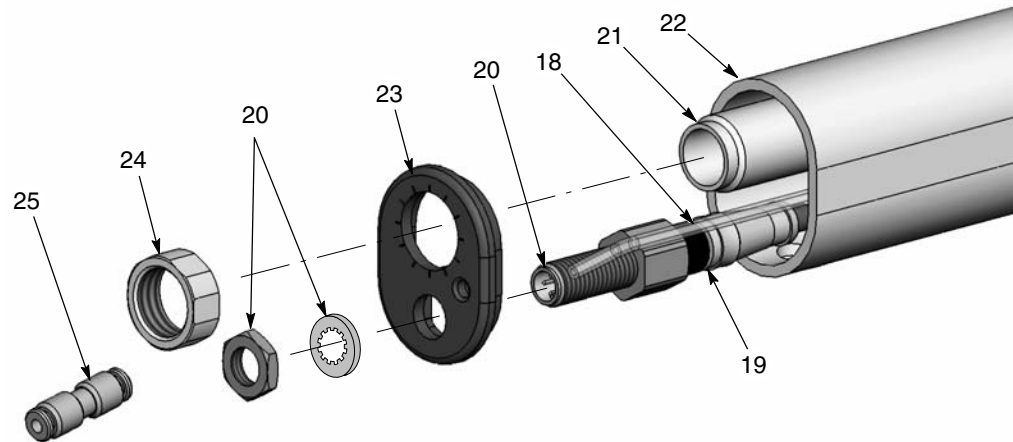
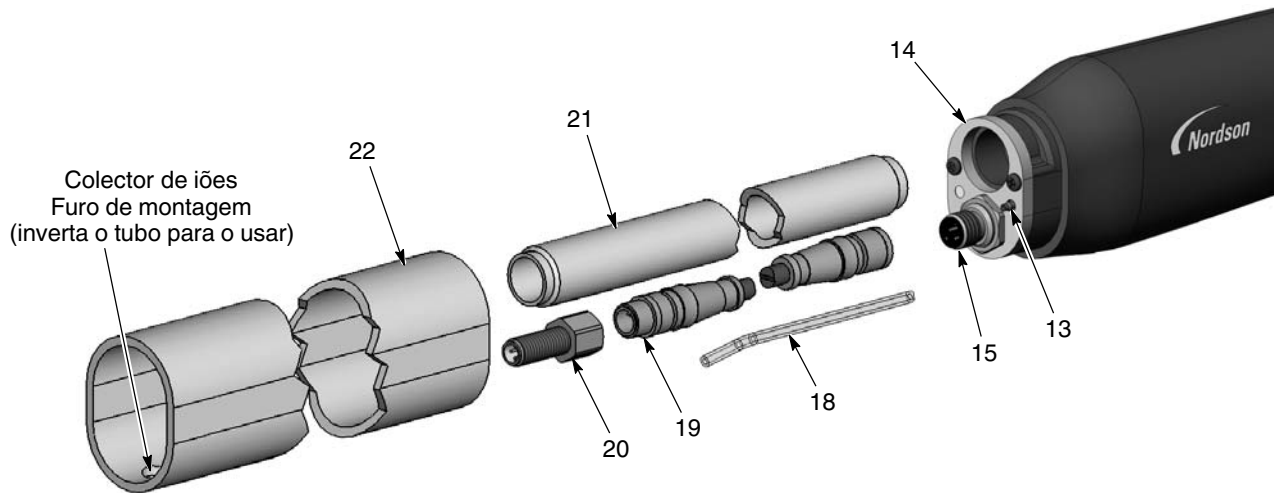
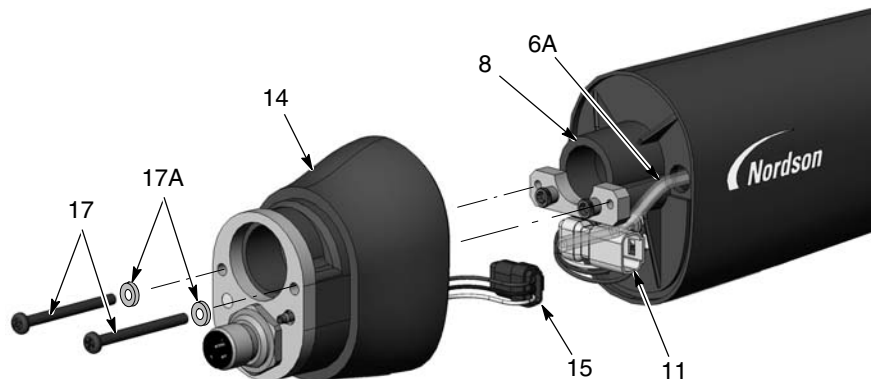
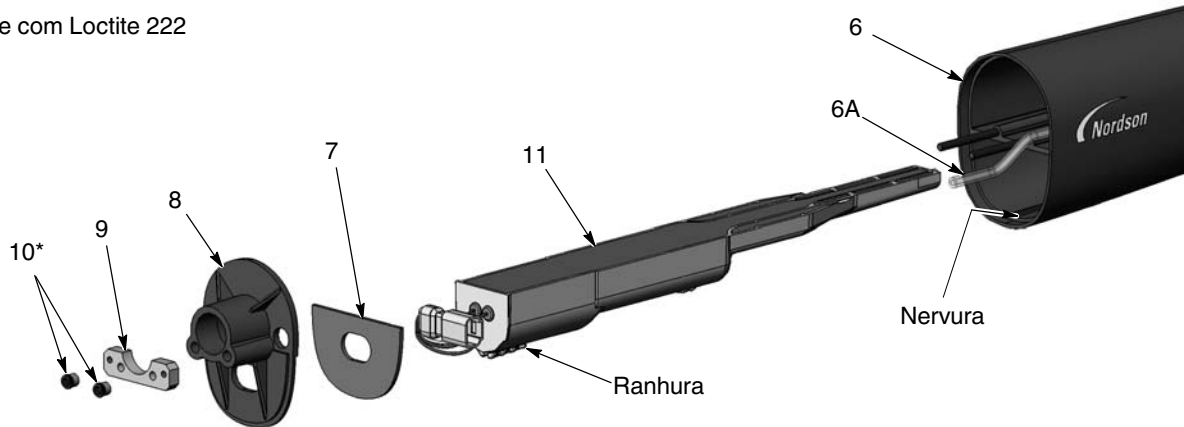

Figura 16 Desmontagem de pistola com tubo de suporte 1 de 5
Figura 17 Desmontagem de pistola com tubo de suporte 2 de 5
Figura 18 Desmontagem de pistola com tubo de suporte 3 de 5
Figura 19 Desmontagem de pistola com tubo de suporte 4 de 5
2. Consulte a figura 16. Desligue a união (25) do tubo de ar transparente de 4 mm (18).
3. Desligue o cabo da pistola (não ilustrado) do conector acoplador do cabo (20).
4. Desenrosque a porca do tubo de fixação (24) do tubo de fixação (21).
5. Retire a porca e a anilha de segurança do conector acoplador do cabo (20). Guarde a porca e a anilha de segurança para as utilizar novamente.
6. Puxe a tampa da extremidade (23) para fora da extremidade da pistola.
7. Consulte a figura 17. Puxe o tubo de suporte (22) do conjunto da parte traseira do corpo (14) e sobre o tubo de fixação (21).
9. Desligue o cabo de extensão (19) do conector acoplador da cablagem (15).
10. Desligue o tubo de ar transparente de 4 mm (18) da união estriada (13).
11. Se estiver a substituir o cabo de extensão, retire o conector acoplador do cabo (20). No caso contrário, pode deixá-los ligados.
12. Consulte a figura 18. Retire os dois parafusos de cabeça chata (17) e as anilhas de segurança (17A) da parte traseira do corpo da pistola (14).
13. Puxe cuidadosamente a parte traseira do corpo da pistola para fora da divisória (8) o suficiente para desligar a cablagem de alimentação de corrente (11) da cablagem do conector acoplador (15) e para desligar o tubo do conjunto de filtro (6A) da união estriada no interior da parte traseira do corpo.
14. Consulte a figura 19. Usando uma chave hexagonal de 1/8 in., remova as duas porcas de sextavado interior (10) e a placa para aparafusar (9) para fora da divisória (8). Depois retire a divisória do corpo da pistola (6), enfiando a cablagem de alimentação de corrente através da divisória.
15. Deslize a alimentação de corrente (11) para fora do corpo da pistola.
17. A junta (7) está colada à divisória com uma cola sensível à pressão. Se a junta estiver danificada, substitua-a por uma nova.
1. Consulte a figura 19. Monte a alimentação de corrente (11) no corpo da pistola (6), verificando se a nervura do corpo da pistola encaixa na ranhura da alimentação de corrente. Encaixe bem a alimentação de corrente no corpo da pistola.
2. Enfie a cablagem de alimentação de corrente através da divisória (8), depois enfie a divisória e a placa para aparafusar (9) nos pernos do corpo da pistola. Aplique cola de fixação de roscas Loctite 222 às porcas de sextavado interior (10) e enrosque-as nos pernos. Aperte as porcas com 0,45 N•m (64 inch-ounces) utilizando uma chave hexagonal de 1/8 in..
3. Consulte a figura 18. Ligue a cablagem do conector acoplador (15) à cablagem de alimentação de corrente (11). Coloque os conectores de cablagem (11, 15), nas posições ilustradas, dentro do conjunto da parte traseira do corpo.
4. Ligue o tubo do conjunto do filtro (6A) à união estriada no interior da parte traseira do corpo. Enfie qualquer tubo de ar transparente adicional dentro do corpo da pistola, depois monte a parte traseira do corpo na divisória com os parafusos (17) e as anilhas de segurança (17A).
5. Consulte a figura 17. Enrosque o tubo de fixação (21) na parte traseira do corpo (14).
6. Ligue o cabo de extensão (19) ao conector acoplador da cablagem no conjunto da parte traseira do corpo.
7. Ligue o tubo transparente de 4 mm (18) à união estriada no conjunto da parte traseira do corpo.
8. Oriente o tubo de suporte (22) como desejado:
9. Consulte a figura 16. Ligue o cabo de extensão (19) ao conector acoplador (20) na tampa da extremidade (23).
11. Monte a tampa da extremidade no tubo de suporte, enfiando o tubo de fixação (21) e o tubo transparente de 4 mm (18) através da tampa da extremidade.
12. Fixe o conector acoplador do cabo (20) à tampa da extremidade com a anilha de segurança e a porca.
13. Enrosque a porca do tubo de fixação (24) no tubo de fixação e aperte-a bem.
14. Monte a união (25) no tubo transparente de 4 mm.